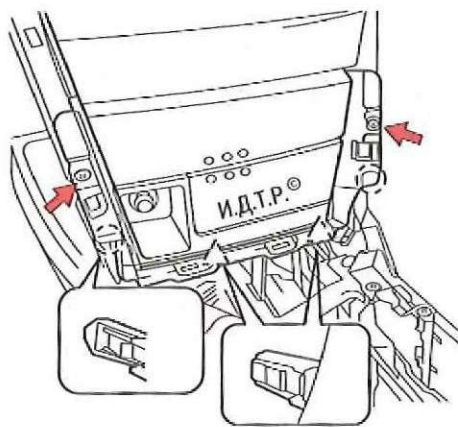

Рис. 6.16. Крепление нижней облицовки центральной консоли панели приборов
15. Выверните два винта крепления нижней облицовки центральной консоли панели приборов (рис. 6.16).